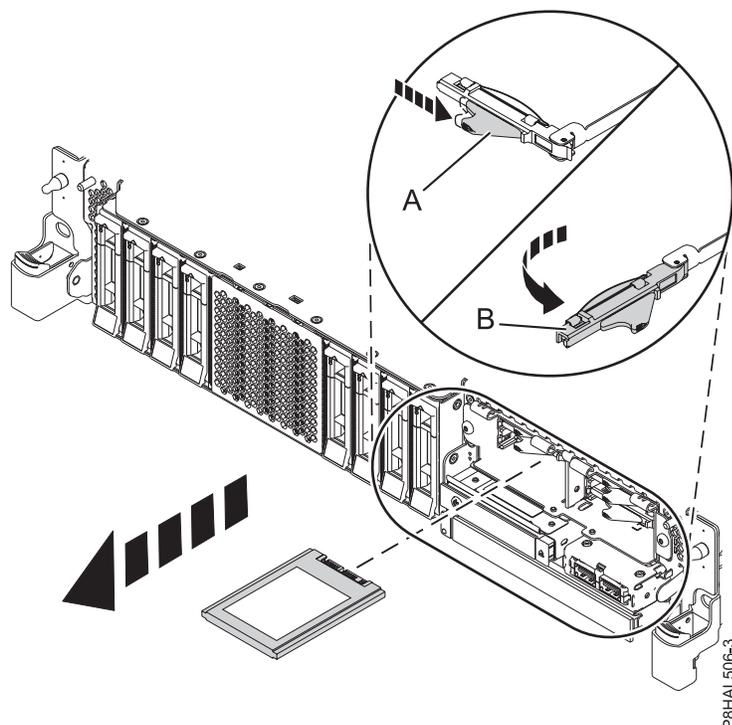

図 77. 拡張機能 システムからの SSD の取り外し
15. 識別 LED が点灯したら、ハンドル・ラッチ (A) を、示されている方向に押し、ドライブ・ベイ・ハンドル (B) を手前に引いて、ドライブ・ハンドル (B) をアンロックします。図 77 ハンドルが完全に引き出されていないと、ソリッド・ステート・ドライブをスライドさせてシステムから引き出すことができません。